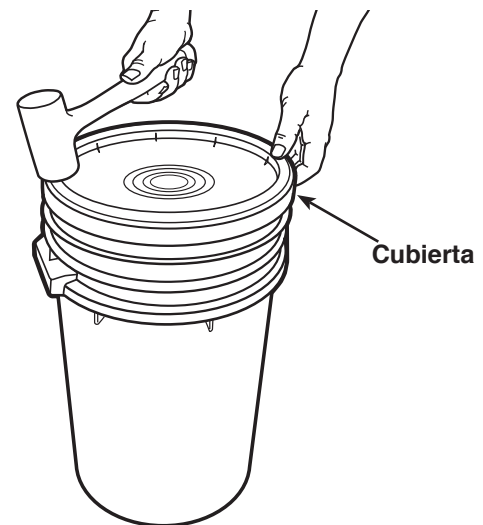

Figura 13
7. Cuando usted compró el nuevo filtro de vacío, le fue enviado con una cubierta de filtro. Quite la cubierta de la caja y, utilizando un martillo suave, golpee la cubierta en el recipiente del filtro anterior. Consulte la Figura 13.